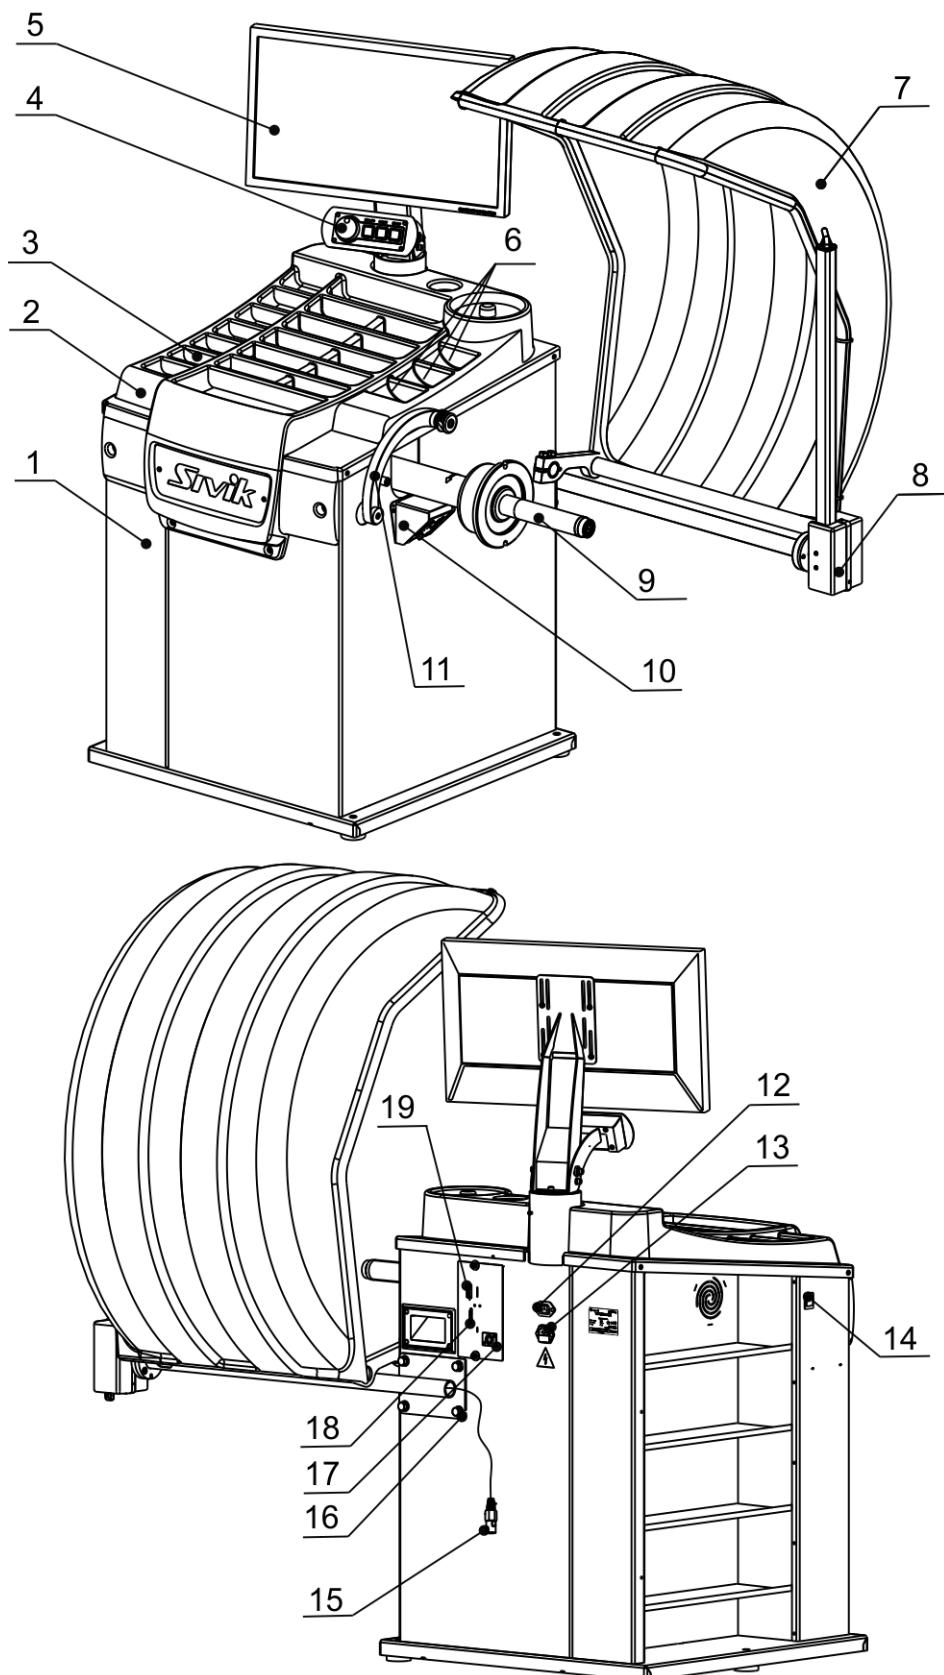

Рисунок 4.1
4.2.5 Закрепить вторую линейку 8 на корпусе с помощью 4-х болтов с шайбами 16 и подключить вилку линейки 15 к гнезду 17 (рисунок 4.1).
④ При демонтаже для отключения разъема нажать на толкатель.
4.2.8 Подключить шнур сетевой к разъему, расположенному на задней панели корпуса станка (рисунок 4.1), и к питающей сети, оборудованной розеткой с контактом заземления.